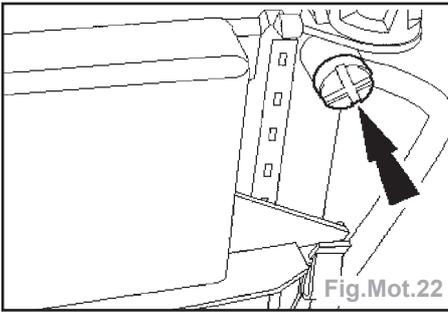

Fig.Mot.22
- Déposer le purgeur du radiateur (Fig.Mot.22).